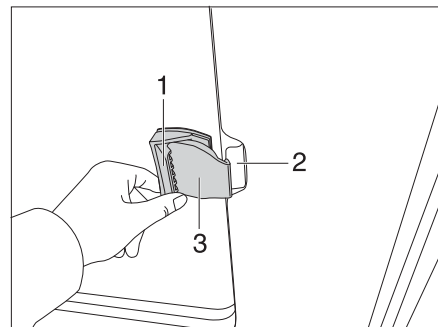

Fig. 63 Ventana corredera sin bloqueo
- Tirar de la trampa de tirador (Fig. 63,1) empujando o tirando del tirador al mismo tiempo hacia delante.